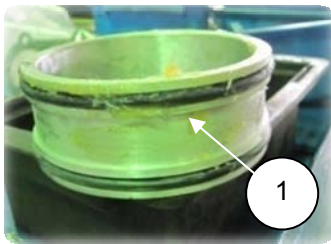

Рис. 6.45
2. Установить в коллектор передний левый (840.1115014) втулку соединительную (1) (рис. 6.45), установить коллектор задний левый (8502.1115013) на свободный конец втулки. При сборке коллекторов с втулкой смазать заходные фаски под втулку соединительную в коллекторах консистентной смазкой;